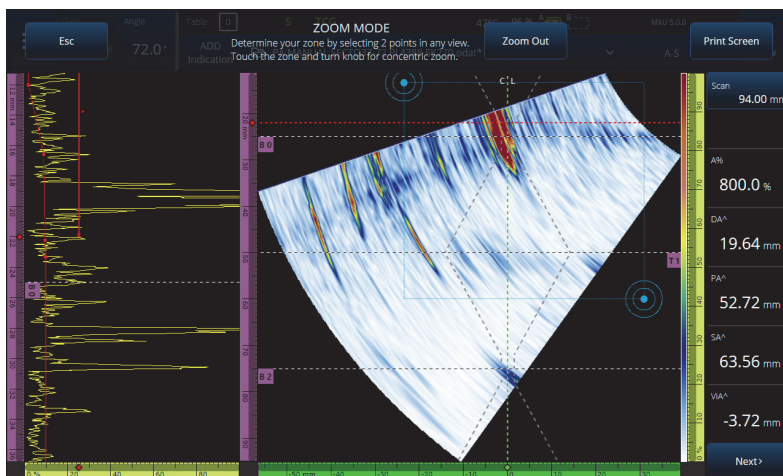

Figura 2-11 Esempio di Zoom
1. Premere il tasto Zoom () per attivare o disattivare la modalità zoom (Figura 2-11 a pagina 44).
- ◆ Premere il tasto Zoom (🔍) per attivare la modalità zoom (Figura 2-11 a pagina 44) e, in seguito, toccare **Print Screen** (cattura dello schermo) sulla schermata.